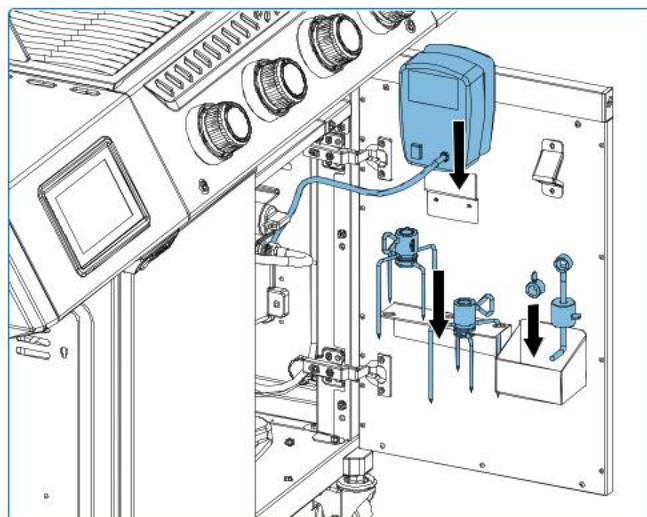

Abb. 9
- Temperaturfühler am Seitenregal aufbewahren. Nach Gebrauch Sonden abnehmen und im Haus lagern, um sie vor Witterung zu schützen. **(Abb. 9).**